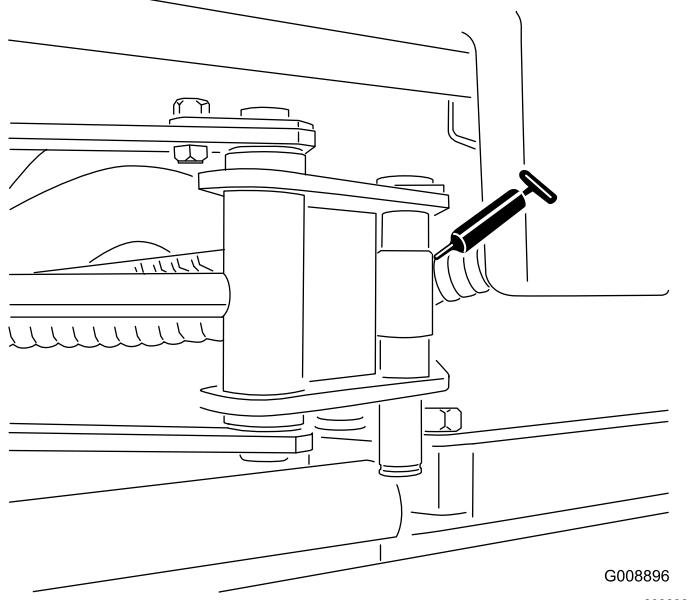

图 62
- Sidewinder 油缸末端 2 个黄油嘴仅限型号 03171——图 62